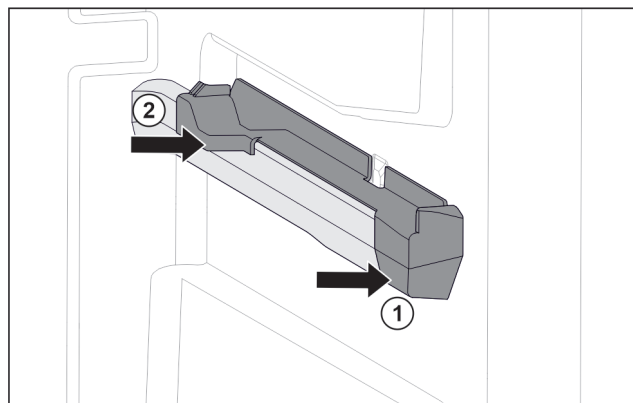

Fig. 47 Element nasadzany na prawym żębrze pojemnika
- ▶ Umieścić element nasadzany z przodu na żębrze pojemnika. Fig. 47 (1)
- ▶ Docisnąć element nasadzany z tyłu. Fig. 47 (2)